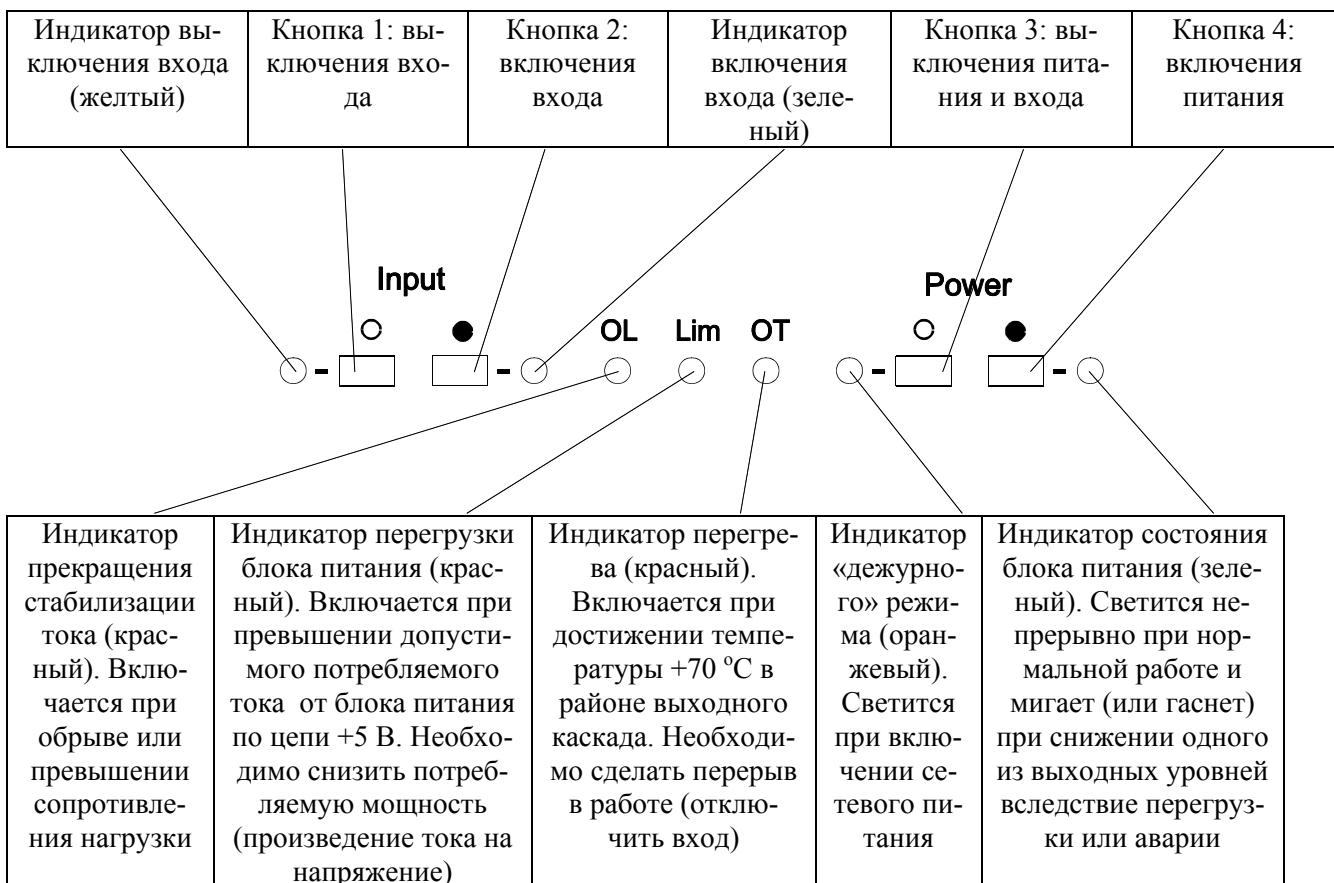

Рисунок 2.5 – Кнопки и индикаторы преобразователя ПНТ-50
2.2.16.3.1 Управление входом и источником питания преобразователя осуществляется четырьмя кнопками, назначение которых иллюстрирует рисунок 2.5.
2.2.16.3.2 Кнопки 1 и 2 управляют реле, позволяющим отключить вход схемы преобразователя от входного разъема. При отключенном входе на выходе преобразователя устанавливается ток, равный нулю. Благодаря этому режиму можно работать с калибратором Н4-11/1, не отсоединяя от него входной кабель преобразователя. Состояние входного реле индицируется соответствующими светодиодами (см. рисунок 2.5).
разователя, включается только источник «дежурного» напряжения («ожидание режима»), а питание всей схемы преобразователя выключено. Состояние «дежурного» режима (наличие «дежурного» напряжения) отражается свечением оранжевого светодиода на передней панели преобразователя. При включении схемы питания включаются и другие светодиоды, отражающие текущее состояние преобразователя (см. рисунок 2.5).